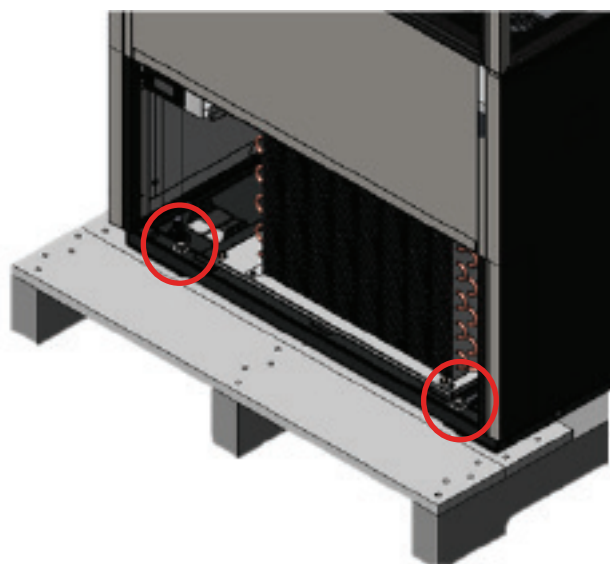

Fig. 2. Togliere i bulloni della slitta davanti e dietro.
2. Utilizzando una chiave regolabile rimuovere tutti i bulloni per la spedizione che assicurano la slitta in legno alla base dell'armadietto. Si veda la fig. 2